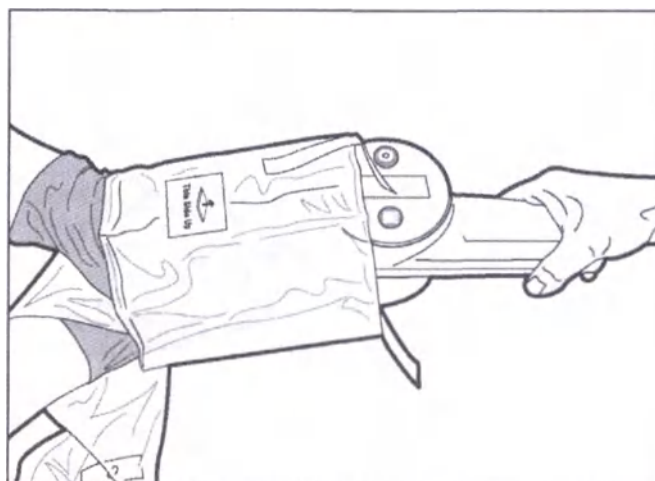

Рисунок 4. Размещение MDU5 PLUS
5. Затем оператор вне стерильного поля помещает MDU5 PLUS в раскрытый пакет, располагая MDU5 PLUS так, чтобы его верх был совмещен со стикером на пакете с надписью This Side Up («Верх») (Рисунок 4).